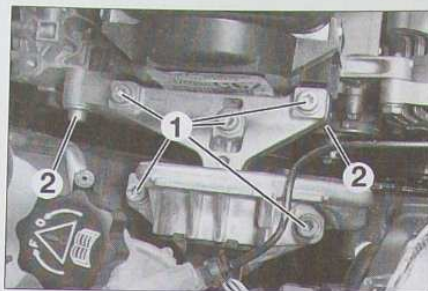

FIG. 20
- Déposer les vis du support moteur droit (1) (Fig.20).
Desserrer les vis horizontales (2) du support moteur sans les déposer (Fig.20).